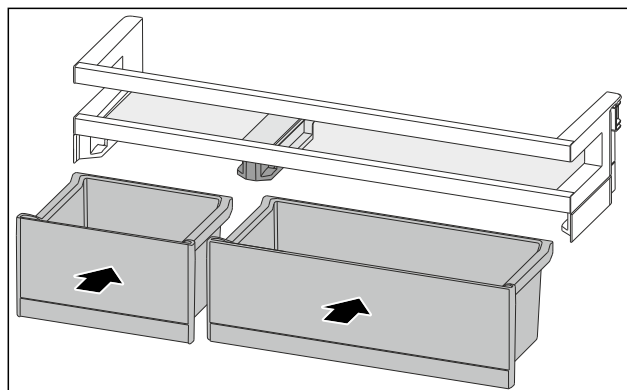

Fig. 108
- ▶ VarioBoxen in getauschter Anordnung einsetzen. (siehe Fig. 108)